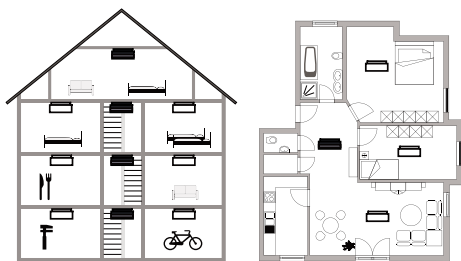

Fig. 1
6. Lugar de instalación (ver Fig. 1)